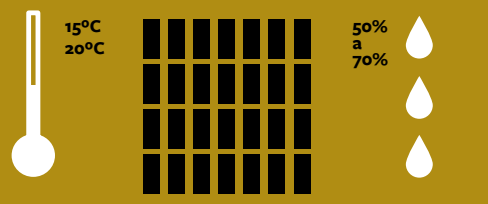

Figure 2
- Dans un endroit frais et sec, à une température stable entre 15°C (59°F) et 20 °C (68°F) et avec une humidité relative entre 50 et 70% (**figure 2**);